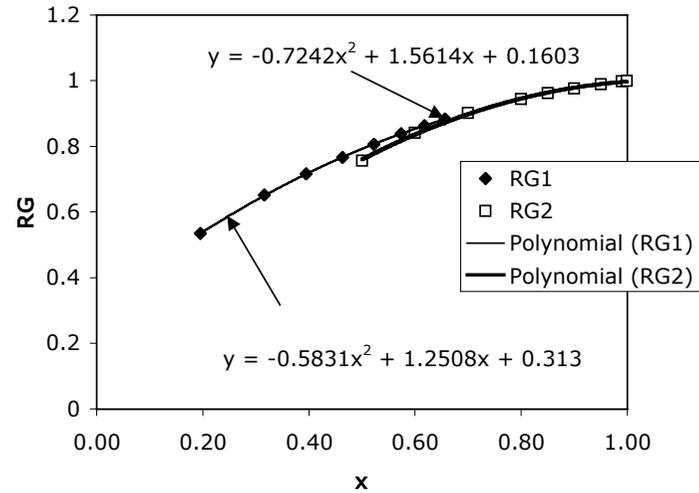

Figure 2 : Résolution numérique des équations $f(R_G, x)=0$
3) En régime d'écoulement annulaire lisse et sans arrachage de gouttelettes, écrire une équation qui permette de calculer l'évolution du taux de vide R_{G1} le long du tube. On utilisera l'expression obtenue à la question 2 pour calculer l'évolution du titre massique dx/dz et on prendra une valeur de 0,005 pour les coefficients de frottement pariétal f_p et interfacial f_i . Cette équation peut être résolue numériquement. Les valeurs de R_{G1} obtenues en fonction du titre sont portées sur la figure 2. Tracer l'évolution de l'épaisseur δ du film liquide en fonction de z .
4) Lorsque le film de liquide devient suffisamment mince, l'écoulement est laminaire ($Re_l = U_1 \delta \rho_l / \mu_l < 2000$). Écrire une équation permettant de calculer l'évolution du titre massique de vapeur x en fonction de δ , D , λ , $T_p - T_{sat}$, G et h_{lv} . On considèrera que l'échange thermique à travers le film de liquide se fait par conduction seule. Comme dans le cas précédent écrire une équation qui permette de calculer le taux de vide R_{G2} en fonction de x . Proposer un algorithme de résolution pour calculer l'évolution de R_{G2} avec z . La figure 2 donne l'évolution de R_{G2} en fonction de x . À l'aide de cette figure, tracer l'évolution de l'épaisseur du film liquide avec z . À partir de quelle cote z est-il raisonnable d'utiliser ce modèle?